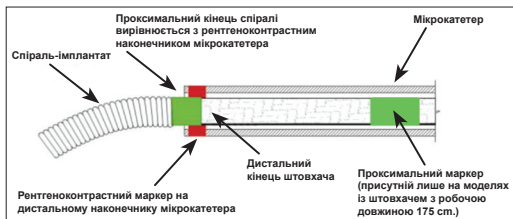

Рисунок 4. Положення маркерних смужок перед від'єднанням
27. Просуньте спіраль в потрібне місце, доки рентгеноконтрастний маркер на штовхачі не буде врівняно або трохи дистальніше від рентгеноконтрастного маркера на дистальному наконечнику катетера, розташовану зону від'єднання безпосередньо за межами наконечника катетера. Див. рисунок 4.